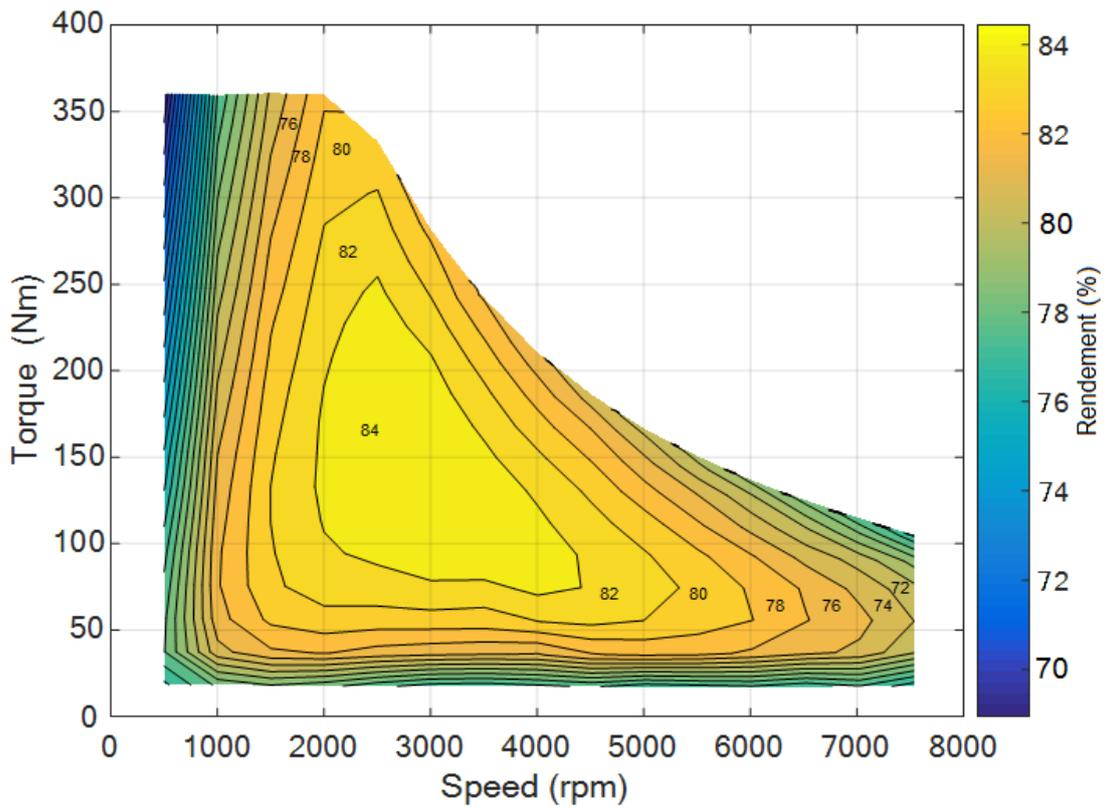

Figure 4: caractéristique de rendement η_{CM} de l'ensemble convertisseur + moteur électrique
- La propulsion du véhicule est assurée par un ensemble convertisseur + moteur dont la caractéristique globale de rendement η_{CM} est donnée en Figure 4.
1.1 A partir de la Figure 4 déterminez approximativement la puissance mécanique maximale fournie par l'arbre du moteur électrique (point P_M).